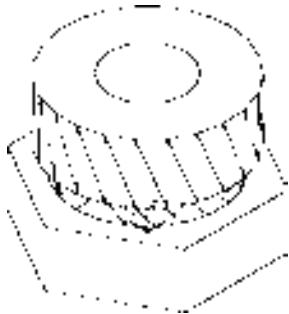

图 10-66 创建圆柱体
单击“渲染”工具栏中的“隐藏”按钮 $\text{⑤}$ ，消隐结果如图 10-66 所示。